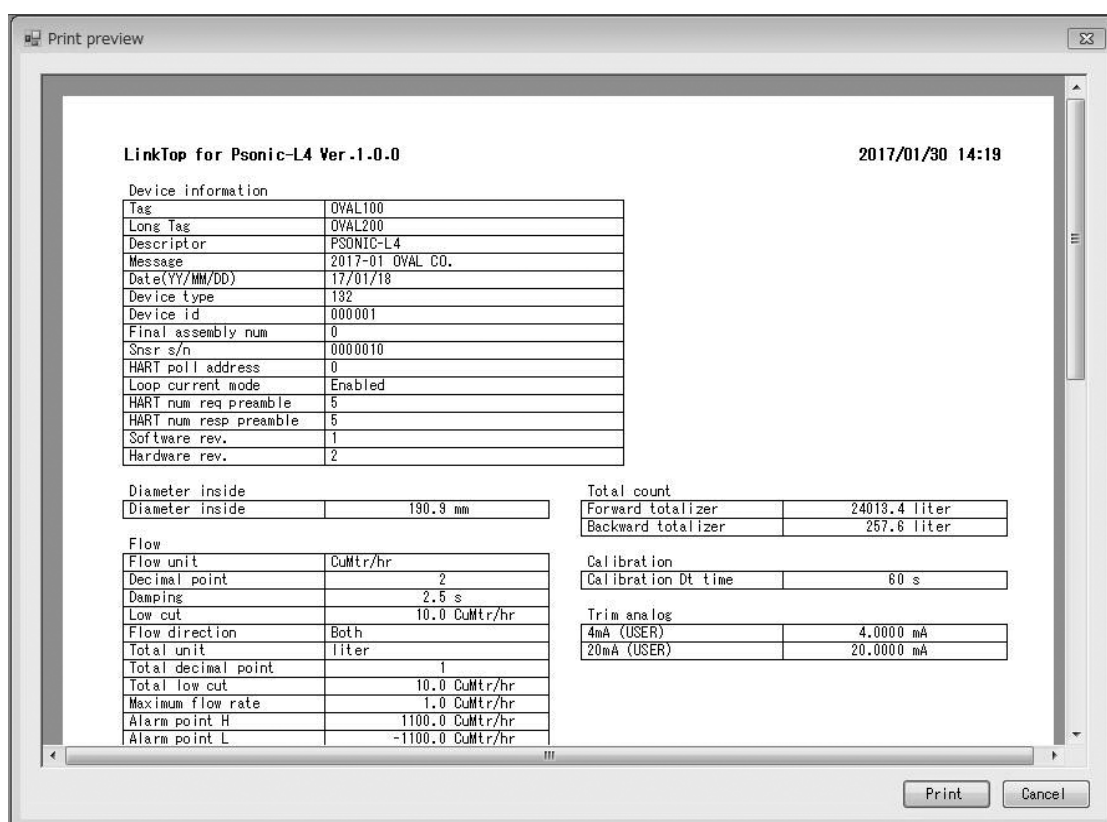

図3-94
- ③ Upload 終了後、次のウィンドウ（図3-94）が表示されますので、ここで各種パラメータ値を確認し、印刷を行う場合は「Print」ボタンを、印刷を行わない場合は「Cancel」ボタンをクリックしてください。表示サイズは変更することができます。